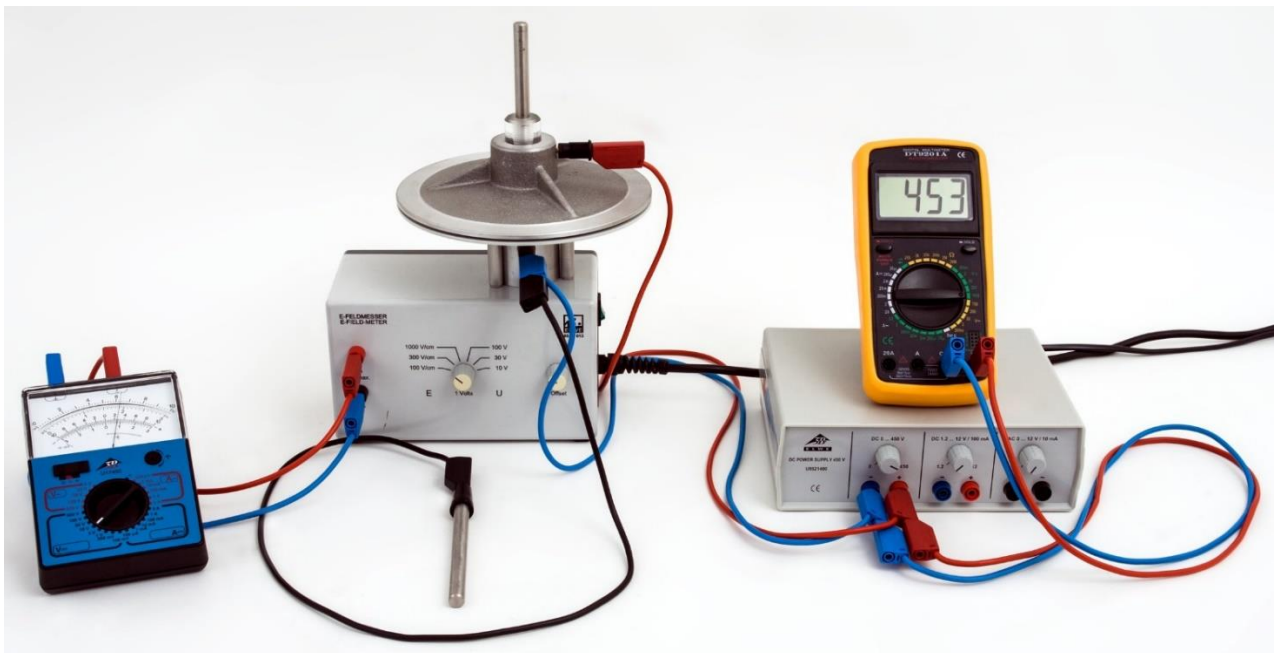

Fig. 1: Messanordnung.
- Das Experiment gemäß Fig. 1 aufbauen. DC-Netzgerät noch nicht einschalten.